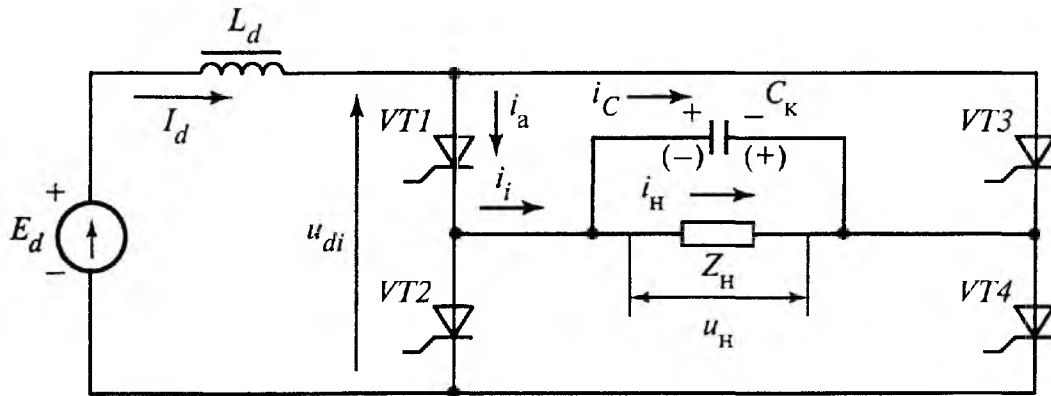

Рис. 5
9. В схеме рис.5 напряжение питания $E_d = 100$ В, $R_H = 10$ Ом, частота выходного напряжения $f = 1000$ Гц, в схеме используются тиристоры с временем восстановления $t_{\text{восст}} = 100$ мкс. Определить: а) необходимое значение емкости коммутирующего конденсатора C_K ; б) значение напряжения на нагрузке U_H ; в) действующее значение тока нагрузки I_H ; г) значение тока, протекающего через коммутирующий конденсатор, I_C ; д) значение выходного тока инвертора I_i ; е) ток, отбираемый от источника питания I_d ; ж) мощность источника питания P_d .